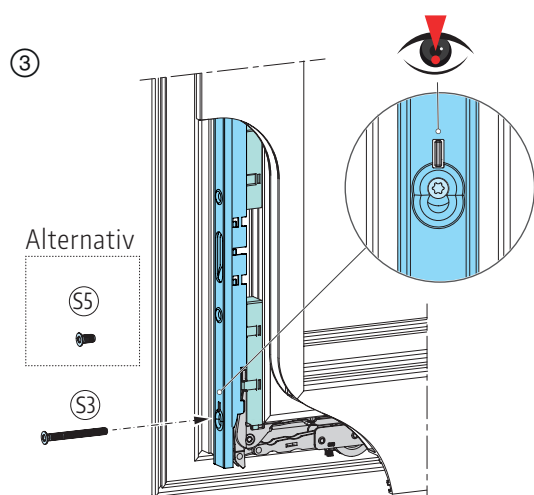
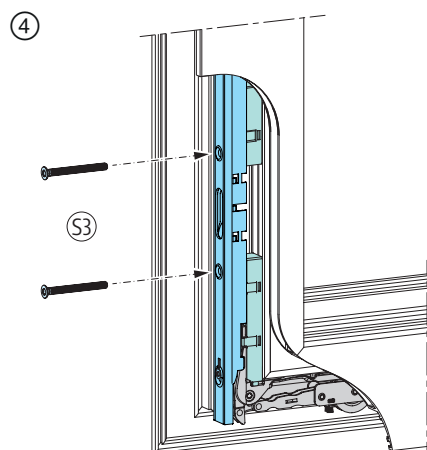

Abb. 26
Abb. 27
③ Abgelängtes Getriebe mittels Schraube S3 oder S5 an Laufwagen koppeln; **Abb. 26** und ④ mit Schrauben S3 an Schiebeflügel festschrauben; **Abb. 27**.